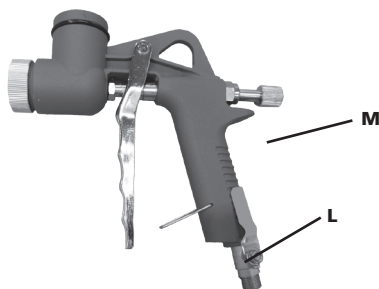

Fig.2
Ruotare la manopola (M) per impostare il flusso di prodotto (Fig.2). Ruotare la leva (L) per impostare il flusso dell'aria (Fig.2).